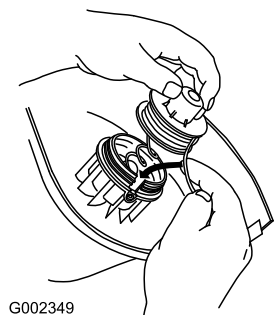

Figura 12
1. Tenete in mano il cavo e la bobina, inserite quest'ultima nella testa di taglio e il cavo nell'occhiello (Figura 12).